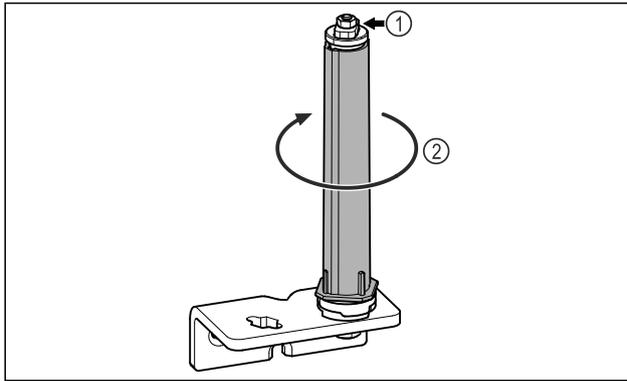

Fig. 28
- ▶ No desmontar el sistema de cierre de puertas Fig. 28 (1).
- ▶ Girar el sistema de cierre Fig. 28 (2) hasta que haga clic.